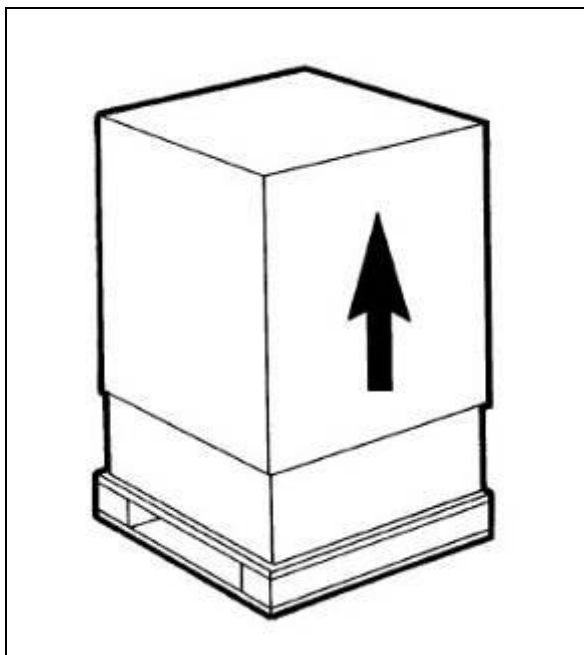

Fig. 19
a) Después de quitar el embalaje **guarde todos sus elementos para el almacenamiento invernial** y asegúrese de lo íntegro del equipo (fig.19).